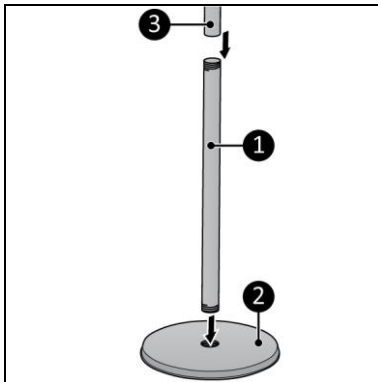

Figure 3
1. Vissez le tube inférieur (figure 3, pos. 1) au socle (figure 3, pos. 2).
2. Vissez le tube réglable (figure 3, pos. 3) au tube inférieur (figure 3, pos. 1).